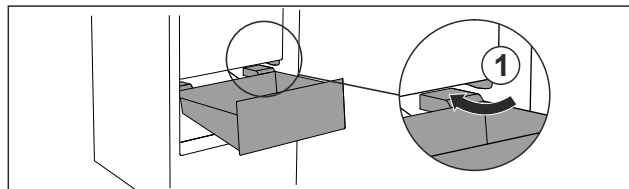

Fig. 69
- ▶ Zásuvku ved'te šikmo podél zářádek Fig. 69 (1).